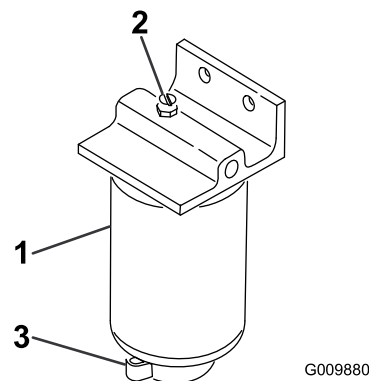

Рисунок 57
2. Открутите сливной кран в днище стакана фильтра (Рисунок 57).
1. Очистите область крепления стакана фильтра (Рисунок 57).